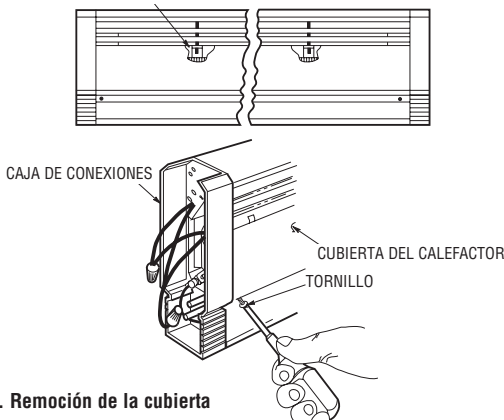

Figura 4. Remoción de la cubierta delantera
4. Remueva la cubierta delantera del calefactor removiendo los tornillos en las esquinas inferiores. Hale hacia afuera la parte inferior de la cubierta y levante la parte superior de la cubierta fuera de la caja de conexiones. Repita para el extremo opuesto. Remueva a presión la parte superior de la cubierta fuera del soporte central y fuera de los soportes intermedios. Vea la Figura 4.